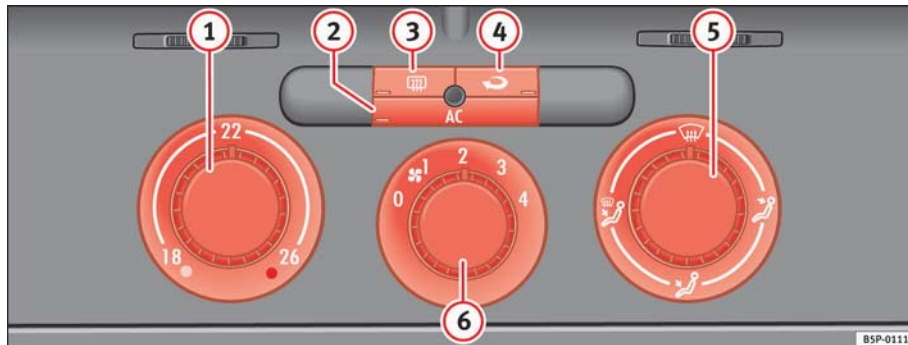

Fig. 113 Mandos del Climatic en el tablero de instrumentos
– Con los reguladores ⇒ **fig. 113 ①** y **⑤** y con el mando **⑥** se regula la temperatura, la distribución del aire y la velocidad de la turbina.
– Pulse la tecla **②**, **③** o **④** para activar o desactivar la función correspondiente. Cuando la función está activa, la ventana situada en la esquina inferior de la tecla se ilumina.
- ①** Regulador de temperatura ⇒ página 126
- ②** Tecla **AC** – Encender o apagar el grupo refrigerador ⇒ página 126
- ③** Tecla **☀** – Luneta térmica. Esta función se apaga automáticamente aproximadamente *20 minutos* después de haberla conectado. Se puede desconectar antes pulsando de nuevo la tecla.
- ④** Tecla **↻** – Recirculación de aire ⇒ página 127
- ⑤** Regulador de la distribución de aire ⇒ página 126
- ⑥** Mando de la turbina. El caudal de aire tiene 4 niveles de ajuste. La turbina debería funcionar siempre en el nivel más bajo cuando se circule a poca velocidad.
⇒ página 125, fig. 113 .